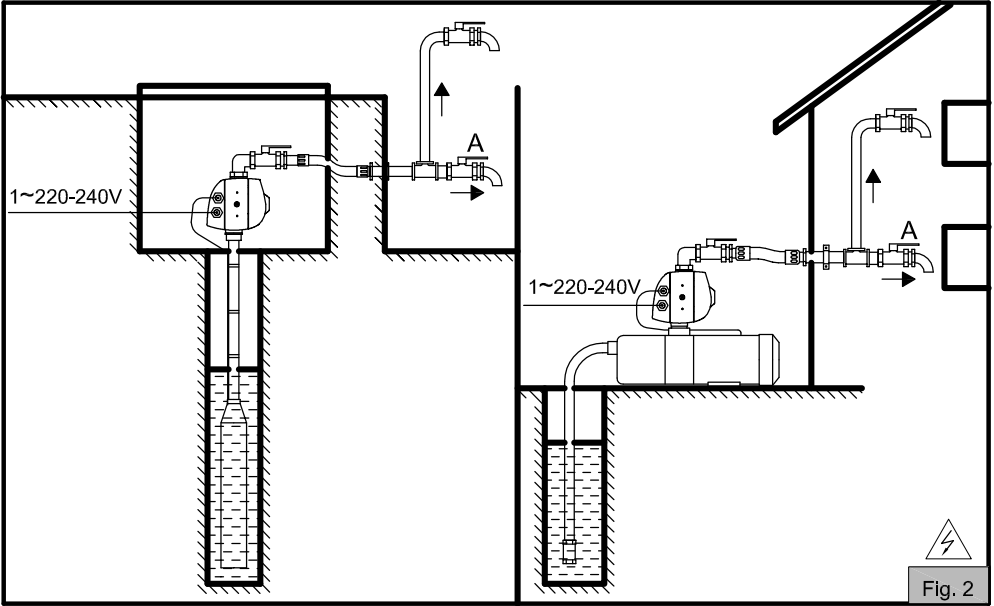

Fig. 2
HYDRAULIC CONNECTION (FIG.2)
- A) The pump is not primed; the protection against dry running operation has stepped in and the FAILURE led is on: prime the water pipe, drain the system water by opening tap (A) on the same level as COMPACT to decrease the pressure of the water column over it (FIG.2), and check by pressing the manual start button (RESET).
- B) Pump is blocked: led (FAILURE) is on, the security system is activated. When we act on the manual start switch (RESET) the led (ON) is activated but the pump does not work: contact with your dealer.
COLLEGAMENTO IDRAULICO (FIG.2)
Prima di procedere alla connessione idraulica, è indispensabile adescare perfettamente la pompa. Il COMPACT 2 dovrà essere installato in posizione verticale, collegando l'entrata filettata (filetto maschio 1") direttamente all'uscita della pompa; e l'uscita (filetto maschio 1") alla rete. Come accessori raccomandabili -non indispensabile- possiamo suggerire: flessibile smontabile da collegare alla rete, proteggendo l'apparecchio da possibili cariche di flessione e da vibrazioni, valvola a sfera per isolare il gruppo pompa, dalla rete, un rubinetto (A) sullo stesso livello di COMPACT (FIG.2).